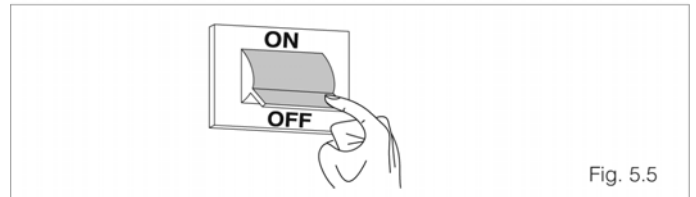

Fig. 5.5
- переведите главный выключатель системы в положение «Выключено» (рис. 5.5).